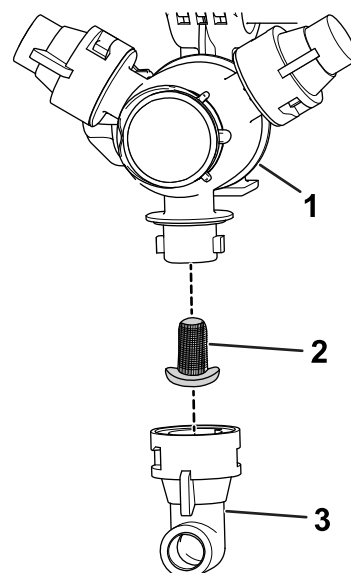

Figura 31
- Retire o bico da cabeça de pulverização (Figura 31).
- Retire o filtro do bico (Figura 31).
- Instale o filtro do bico (Figura 31).
- Instale o bico na cabeça de pulverização (Figura 31).